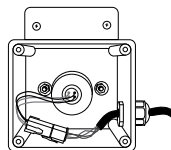

FIGURE 2
- Une fois que l'ampoule UV a refroidi, retirez le couvercle de l'enceinte du Système ClearRay (9) et le joint (8) en retirant les quatre vis (10). L'ampoule UV et les connexions sont ainsi exposées (Figure 2).